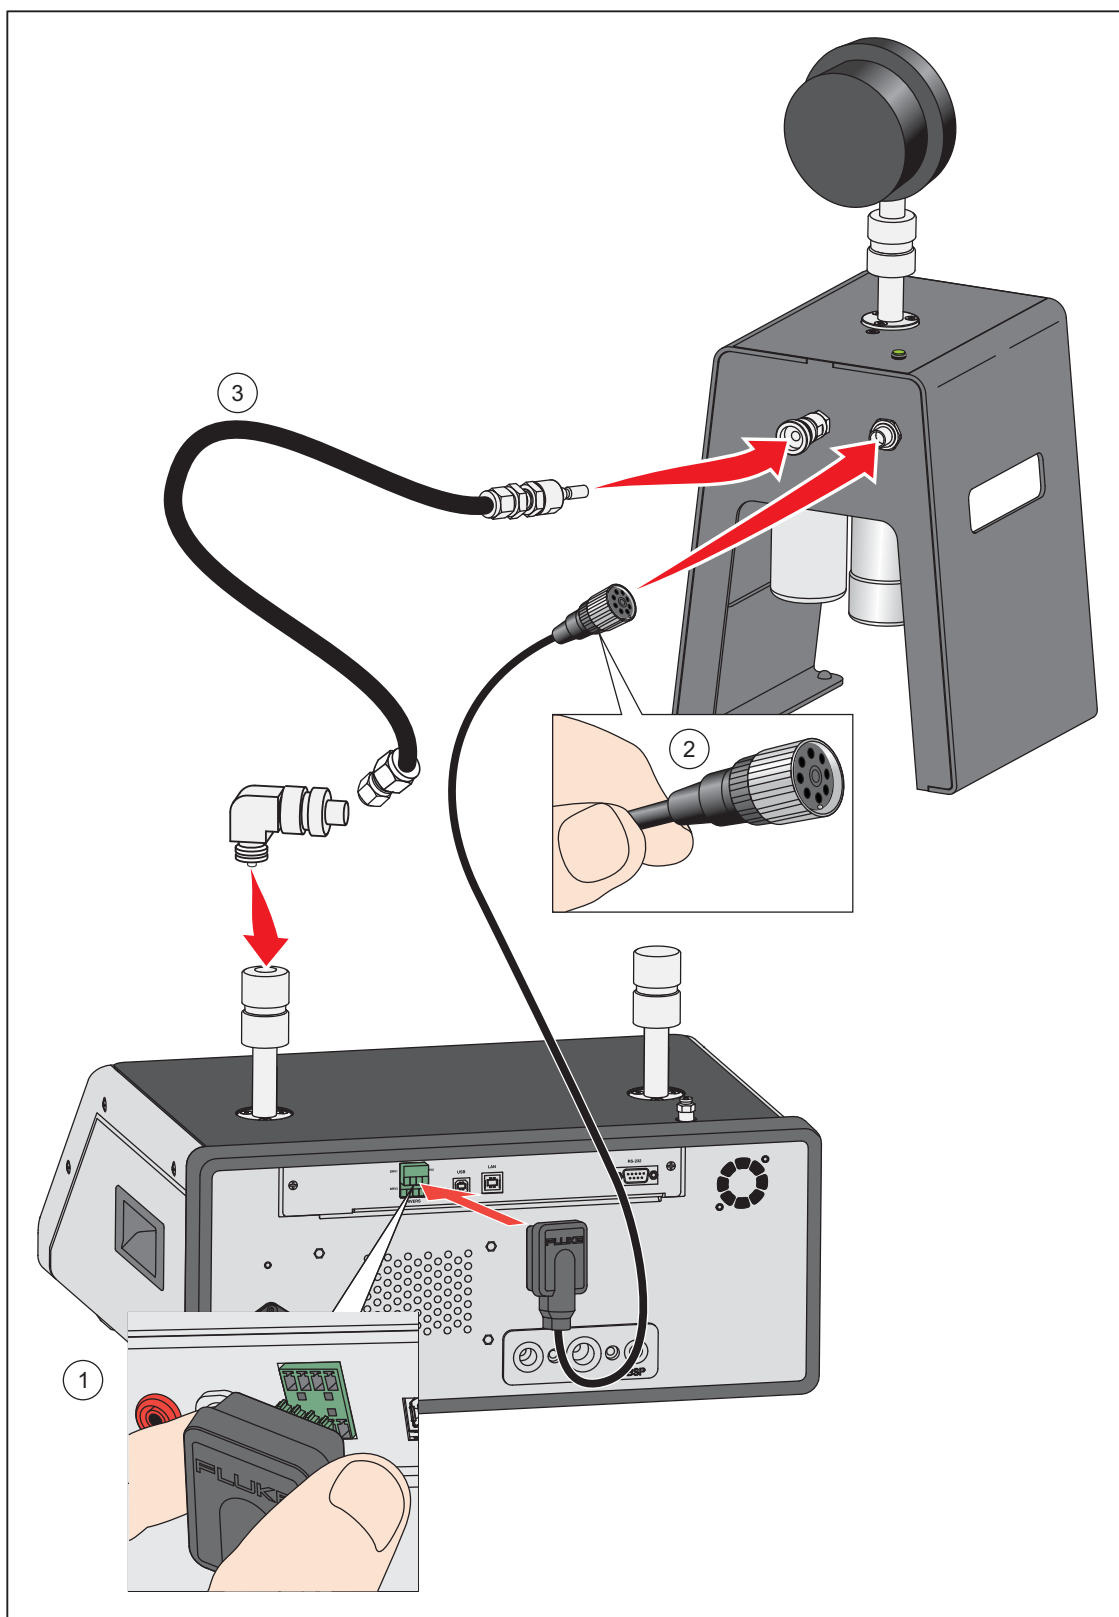

图 17. CPS 驱动器 and 接口模块
1. 将 CPS 安装在产品附近的固体表面上。CPS 的重量足以将其安放在工作台上，如有需要，可以用螺栓将其固定在工作台上。请参阅图 17 了解连接方法。注意产品接头的极性是否正确（棕色线应在 DRV3 左侧）。
2. 用电缆将 CPS 连接至产品背部的 DRV1、DRV2 和 DRV3 接头。接头可以保证 CPS 正确连接。参见图 17。